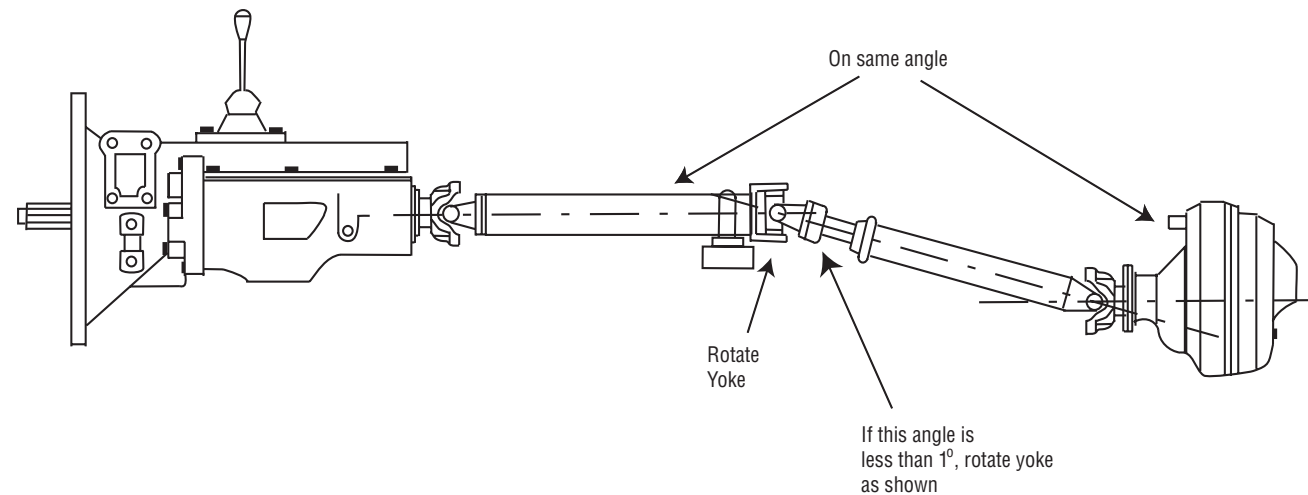

**Figure 9**
**Note:** BY FOLLOWING THIS PROCEDURE, THE UNIVERSAL JOINT OPERATING ANGLE AT EACH END OF THE LAST SHAFT WILL AUTOMATICALLY BE EQUAL. (See Fig. 9)